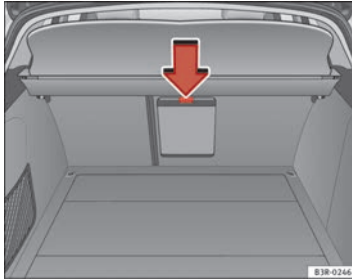

Abb. 126 Ausschnitt der Rücksitzbank von hinten: Deckel des Durchladesacks
- Drücken Sie die Entriegelungstaste für den Deckel der Durchladeeinrichtung und schwenken Sie ihn nach unten ⇒ Abb. 126 (Pfeil).